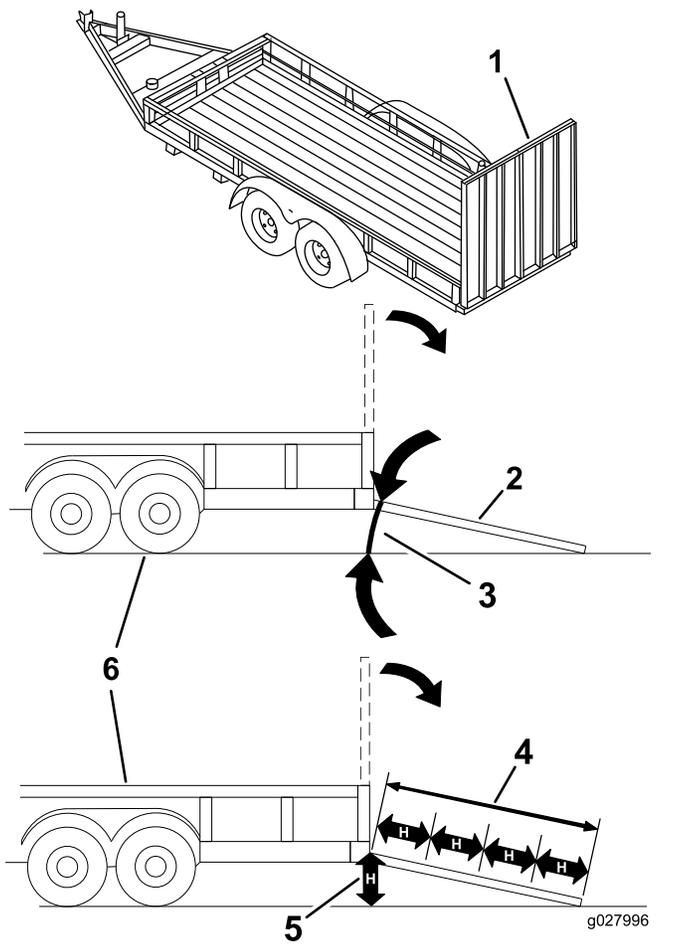

Figura 30
**Quando si carica la macchina su un trailer o un autocarro si aumenta il rischio di ribaltamento, che può causare gravi ferite ed anche la morte (Figura 30).**
3. Abbassate la rampa, assicurandovi che l'angolazione tra la rampa e il terreno non superi 15 gradi (Figura 30).
1. Abbassate la rampa, assicurandovi che l'angolazione tra la rampa e il terreno non superi 15 gradi (Figura 30).